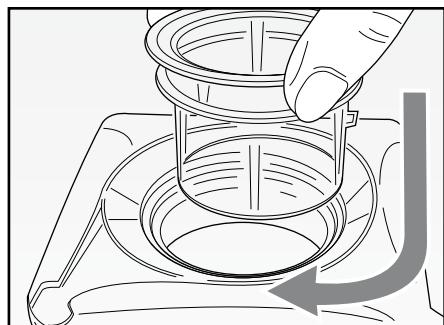

Fig. 4
- Chiudere il foro superiore del coperchio (B) inserendo l'apposito tappo (A) ruotandolo in senso orario (Fig. 4). Fare attenzione ad inserire correttamente il coperchio (B) e il tappo (A) per evitare fuoriuscite di cibo durante le fasi di lavorazione.
- Inserire la spina del cavo alimentazione in una presa di corrente elettrica. La spia rossa sotto il tasto "Pulse" (I) inizierà a lampeggiare a indicare che l'apparecchio è pronto.
- Mettere in funzione l'apparecchio ruotando la manopola di funzionamento (F) in senso orario fino al primo o al secondo scatto (bassa velocità) per azionare le lame. A seconda delle esigenze, è possibile aumentare la velocità ruotando ancora la manopola (F).